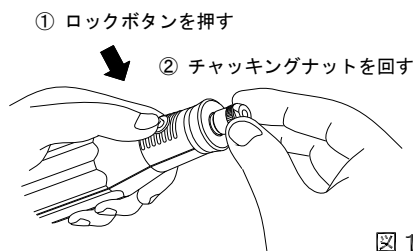

図 1
1. ロックボタンを軽く押しながらチャッキングナットを指で回し、回転軸が止まる位置をさがします。(図1)